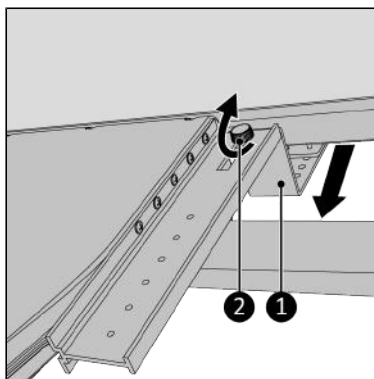

Figure 203.
9. Tirez le support vers vous autant que possible (Figure 203, pos 1) afin qu'il se fixe correctement.
10. Serrez le cache de la vis (Figure 203, pos. 2).